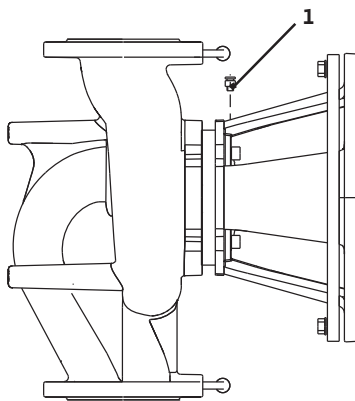

Рис. 41: Клапан для вентиляции
- Удалить воздух из насосов путем открытия клапанов для вентиляции (рис. 41, поз. 1). Сухой ход разрушает скользящее торцовое уплотнение насоса. На дифференциальном датчике давления запрещается удалять воздух (опасность разрушения).